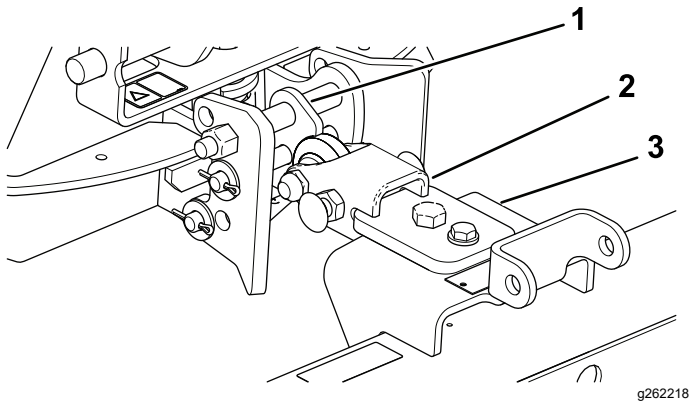

Figura 11
1. Montai ansamblul dispozitivului de cuplare astfel încât partea în unghi să fie la partea superioară (Figura 11).
2. Montai bara de traciune la partea superioară a ansamblului suport (Figura 11).